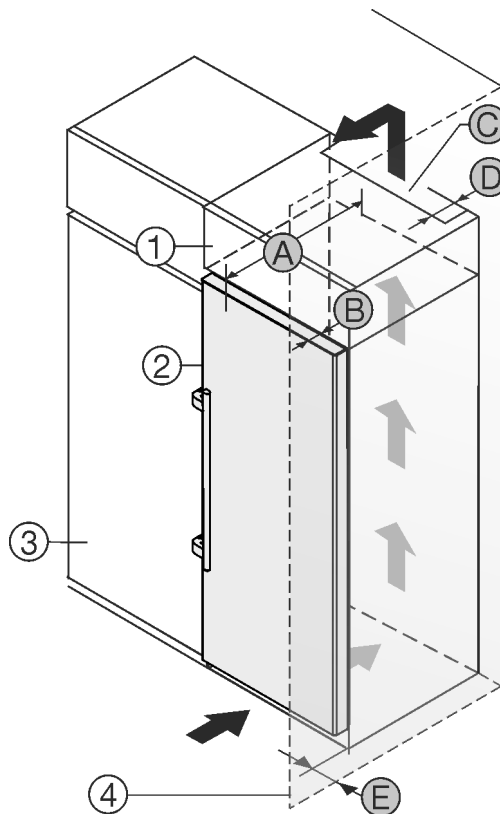

Fig. 1
Uređaj možete postaviti neposredno pored kuhinjskog ormara Fig. 1 (3).
Na stražnjoj strani visećeg ormara treba postojati otvor za odzračivanje dubine Fig. 1 (D) po cijeloj širini visećeg ormara. Ispod stropa prostorije treba poštovati ventilacijski presjek Fig. 1 (C).
Kada se uređaj postavlja s okovima pored zida Fig. 1 (4), razmak između uređaja i zida mora iznositi najmanje 57 mm. To odgovara stajanju ručice kod otvorenih vrata.
Kako biste vrata mogli potpuno otvoriti, uređaj mora biti za dubinu vrata Fig. 1 (B) ispred u odnosu na prednjicu kuhinjskog ormara. Ovisno o dubini kuhinjskih elemenata Fig. 1 (3) i uporabi zidnih odstojnika, uređaj može i dalje stršati.